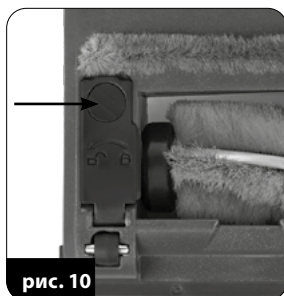

рис. 10
- Периодически очищайте вращающийся валик электрощетки. Валик можно демонтировать после разблокировки в нижней части электрощетки, обозначенной стрелкой на рис. 10. После очистки валика поместите его обратно в электрощетку и заблокируйте.